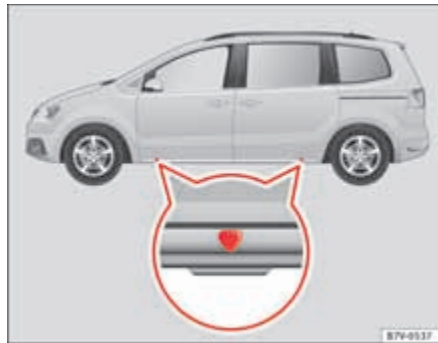

Fig. 180 Puntos de apoyo del gato.
El gato sólo se debe colocar en los alojamientos indicados (marcas en la carrocería) ⇒ fig. 180. La marca indica la posición de los puntos de apoyo **debajo** del vehículo. Los puntos de apoyo se encuentran en los nervios
5. Busque debajo del vehículo el punto de apoyo para el gato ⇒ **página 321, fig. 180** que se encuentre más próximo a la rueda que vaya a cambiar.